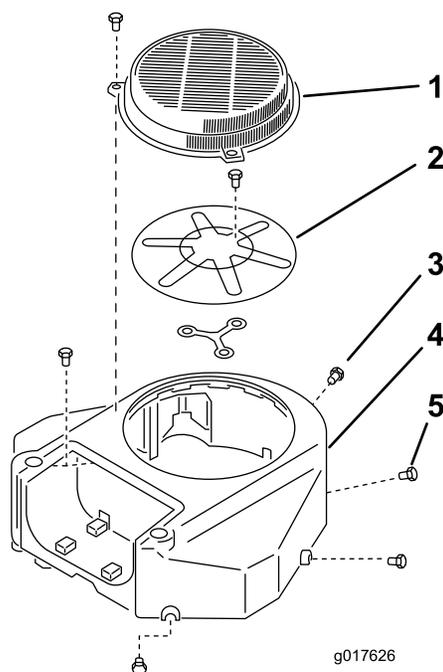

Рисунок 58
3. Снимите воздухозаборную сетку и корпус вентилятора (Рисунок 58).
5. Установите воздухозаборную сетку и корпус вентилятора (Рисунок 58).